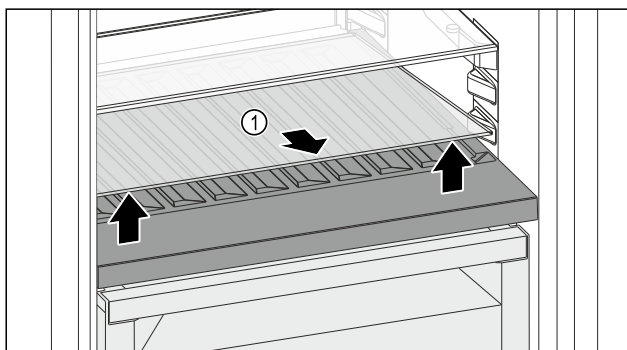

Fig. 186
- Ngrini lart përpara pllakën e xhamit Fig. 186 (1) te foleja dhe tërhiqeni jashtë.
- Ruani të sigurt pllakën e xhamit Fig. 186 (1) jashtë pajisjes.
- Vendoseni pllakën e xhamit (2) nën raftin mbajtës të ndryshueshëm të shisheve.